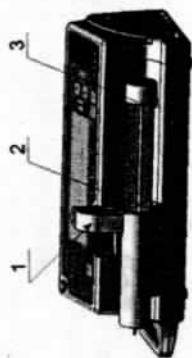

Рисунок 4
- поднимите прижим шприца 1 (рисунок 4) и отведите его в сторону на площадку, подведите толкатель на требуемое по длине шприца расстояние при помощи кнопок «» и «».
б) установите шприц на насос, предварительно подняв и отведя в сторону прижим 1 (рисунок 4), а затем зафиксируйте им шприц. При этом на ЖКИ загорится индикация, соответствующая объему установленного шприца (10, 20, 50 мл.).
Шток шприца 3 (рисунок 4) должен находиться в пазу толкателя, а фланец шприца 2 в выемке ложа для шприца.